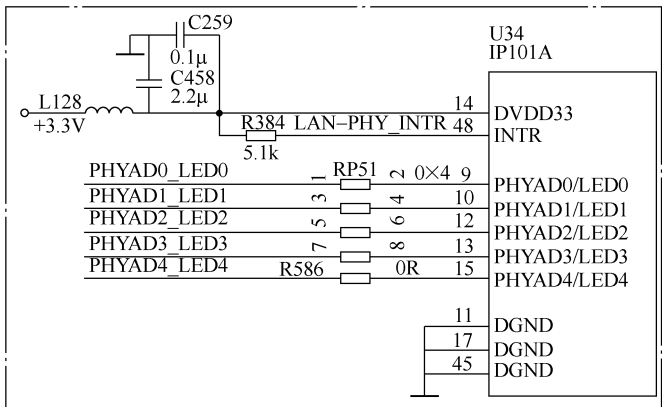

图 6-57 L128 相关电路截图
【附注】1）该机在故障出现时检测连接网线后图标符号显示，但无法找到 IP 地址，手动获取 IP 地址也无法上网；U34 的⑭脚无 3.3V 供电电压。2）L128 相关电路截图如图 6-57 所示。